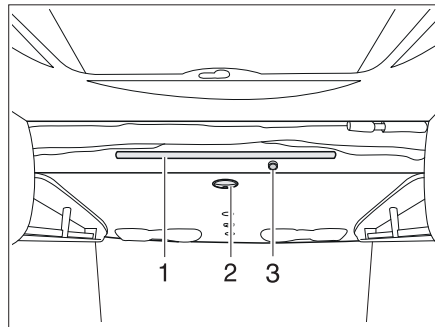
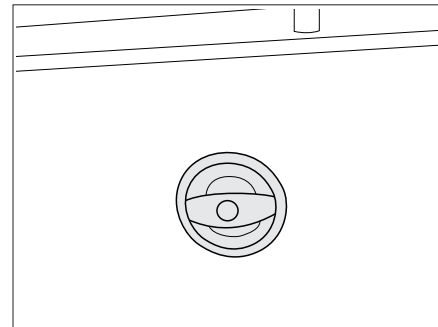

Fig. 105 Cama elevada manual
Fig. 106 Tirador de cama elevada
- Girar el tirador negro (Fig. 105,2 y Fig. 106) en la parte inferior de la cama, para soltar el bloqueo.
- Tirar de la barra de soporte (Fig. 105,1) la cama elevada con ambas manos formando un arco hacia abajo, hasta que engatille audiblemente.
- Presionar el botón en el lado delantero de la cama elevada (Fig. 105,3), para desbloquear el somier extraíble.
- Tirar de la barra de soporte (Fig. 105,1) con ambas manos, para ampliar la superficie de la cama.